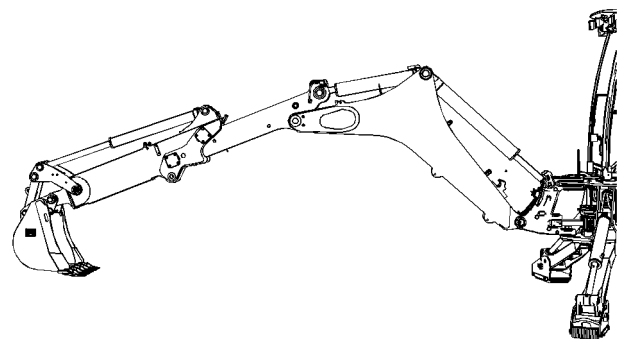

Ilustración 225
1. Sitúe la máquina. Refiérase a la Ilustración 225.